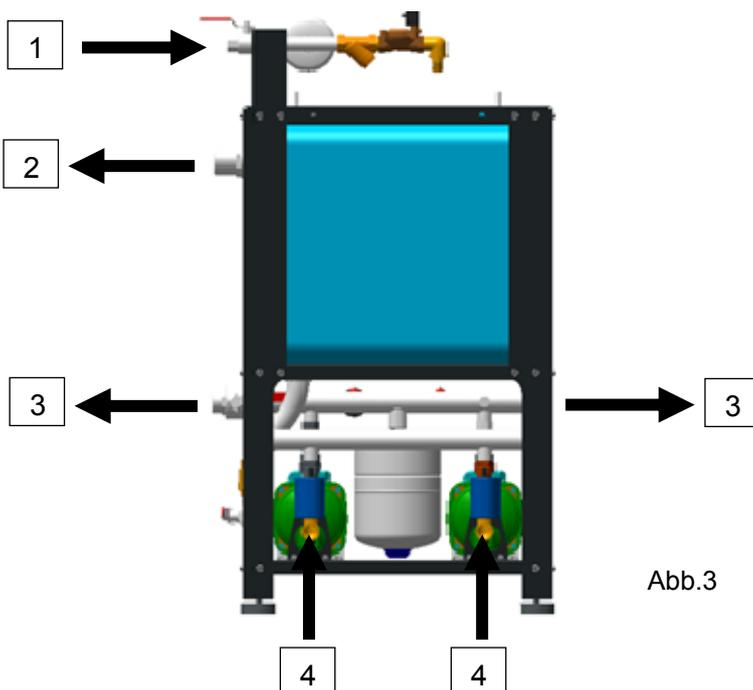

Abb.3
Nachdem AQUATWIN TOP korrekt aufgestellt wurde, wird die Verbindung zwischen Wasserversorgungsnetz und Sperrventil mit einer 1 Zoll Leitung hergestellt (Bez.1, Abb.3).
**Die Saugleitungen** (Bez.4, Abb.3) mit den Ableitungen der Regenwasserzisternen verbinden, wobei besonders darauf zu achten ist, dass die Leitungen schräg zum Tank verlaufen, damit sich keine Luftlöcher bilden können (Schwanenhalsbögen vermeiden, die Leitungen dürfen auf keinen Fall oberhalb der Pumpen verlaufen); außerdem vermeiden, dass die Leitungen die Saugmündungen belasten.
**Der Anschluss an das Netz** der Nebenverbraucher (Brauchwasser) kann an beiden Seiten des Vorlaufverteilers (Bez.3, Abb.3) mit einem biegsamen Rohr zu 1 1/2 Zoll erfolgen. Ein Ausdehnungsgefäß ist nicht erforderlich, weil AQUATWIN TOP bereits mit einem 8 Liter-Ausdehnungsgefäß ausgestattet ist.
**Den Überlauf** mit einer 2 Zoll Leitung anschließen (Bez.2, Abb.3). Die Leitung muss zu einem Sickerschaft führen, damit Überschwemmungen im Falle von Funktionsstörungen oder Überlaufen vermieden werden.